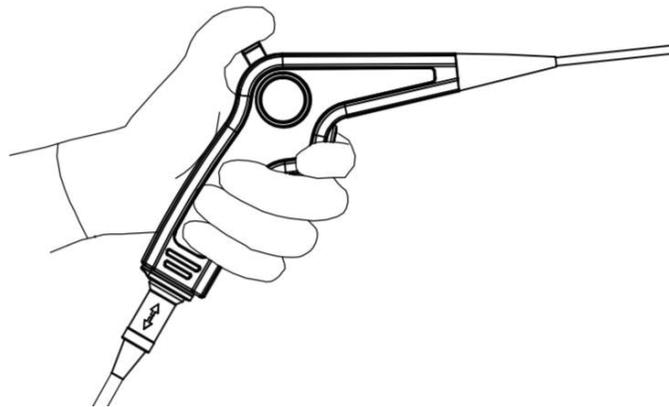

Fig 3.6
2. Comme le montre la figure 3.6 ci-dessous, tournez lentement le bouton de contrôle de l'angulation HAUT/BAS jusqu'à sa position neutre, et vérifiez que la section flexible revient en douceur à une position approximativement droite.